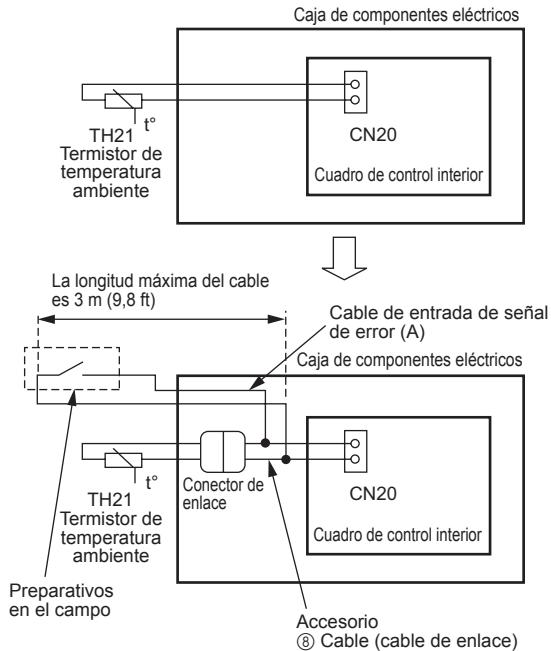

Fig. 5-6
① Método de introducción de la señal de error (Fig. 5-6)
- Extraiga el termistor de temperatura ambiente TH21 del cuadro de control interior y conecte el ⑧ (cable de enlace) suministrado con el producto.
- Conecte una señal de error (una entrada de contacto sin tensión) al cable de entrada de señal de error (A).
② Significado de la señal de error